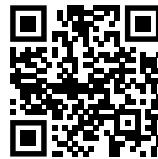

Fig. 119
- Öffnen Sie das Liebherr SmartMonitoring Dashboard. (siehe Fig. 119)